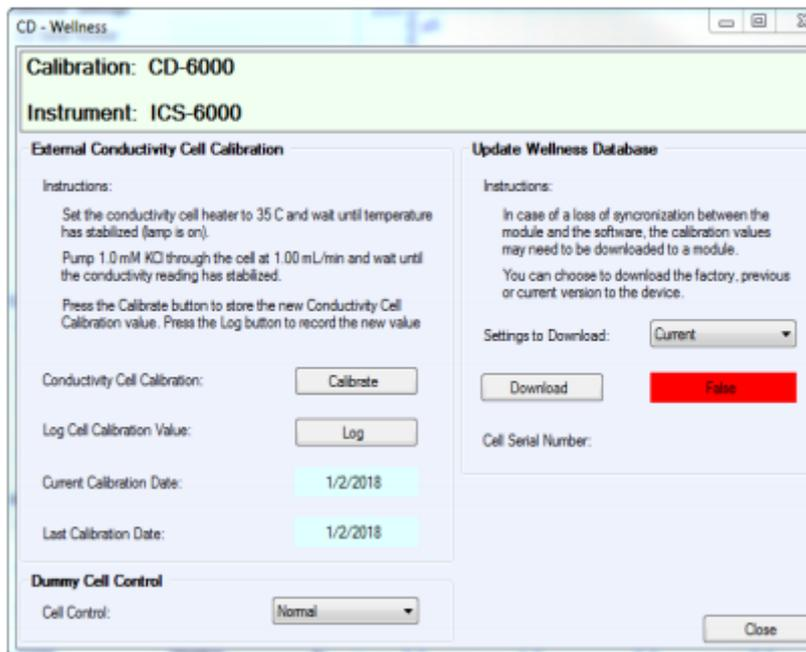

图 10-56. “Wellness” 面板: Dionex ICS-6000 电导检测器
2. 在**检测器设置**中, 点击“**校准 (Calibration)**”。打开“**Wellness**”面板 (见图 10-56)。